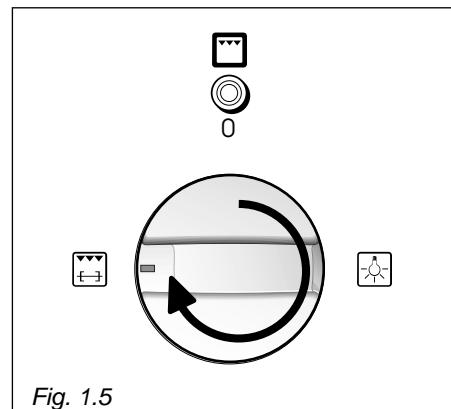

Fig. 1.5
Ao girar no sentido horário o botão do interruptor (fig. 1.5) para o símbolo ☰ grelha verificar-se-á a ligação da grelha eléctrica e do motor do espeto de churrasco.
- O espeto para churrasco entra em funcionamento rodando o manípulo luz/espeto de churrasco para a posição (fig. 1.5).